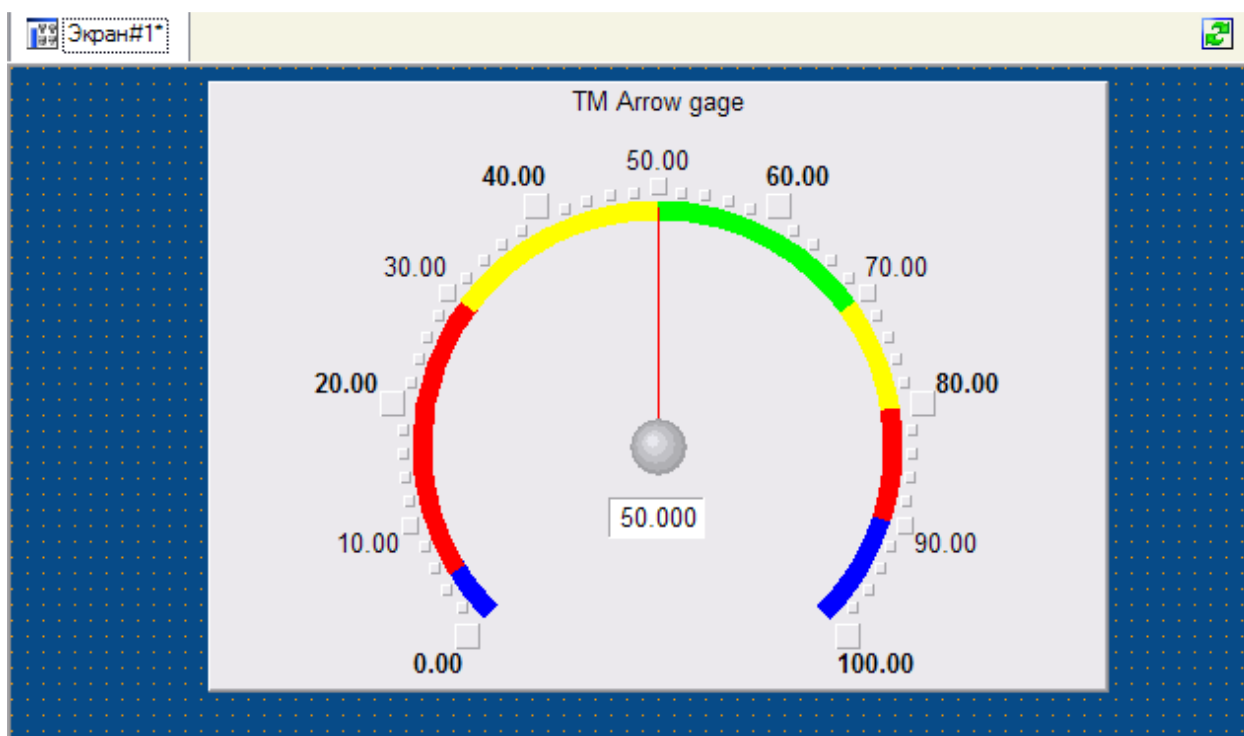

Рис. 3.18 Создание стрелочного прибора
9. **Размещение объекта «стрелочный прибор».** Щелкните левой клавишей мыши по иконке . Если на панели инструментов вместо иконки  присутствует иконка , щелкните правой клавишей мыши по иконке . Среди предложенных объектов выберите стрелочный прибор . После выбора  щелкните левой клавишей мыши в том месте экрана, где должен располагаться один из углов стрелочного прибора. Переместите курсор в положение, соответствующее положению противоположного угла стрелочного прибора и щелкните левой клавишей мыши. Будет создан стрелочный прибор на экране (рис. 3.18).